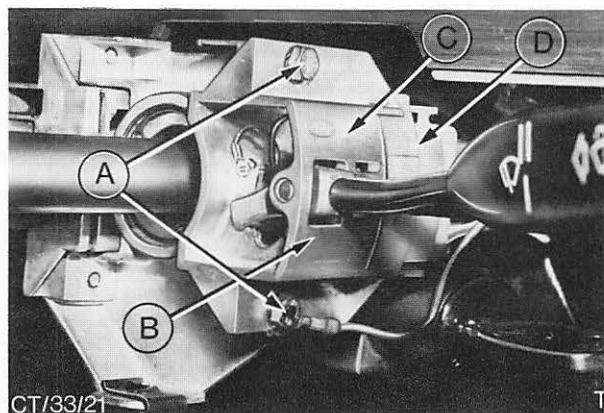

Abb. 60 A = Befestigungsschrauben — Schalter
3. Schrauben (2 Stk.) und Masseleitung entfernen und Lichtschalter kompl. vom Mantelohr lösen, Abb. 60.
6. Lichtschalter am Halter — Lenksäule ausrichten und mit 2 Schrauben befestigen, dabei Masseleitung (braunes Kabel) mit unterer Schraube befestigen, Abb. 60.